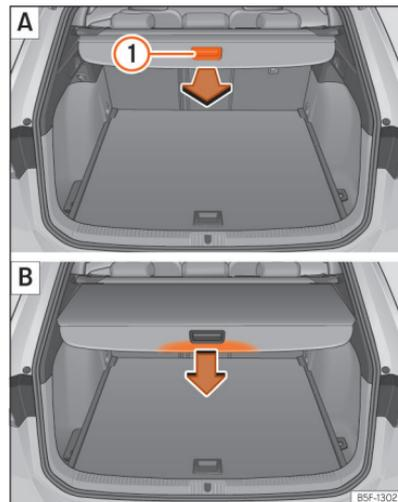

Abb. 179 Im Kofferraum: Abdeckung ausziehen und einrollen.
- Ziehen Sie gleichmäßig die Abdeckung am Handgriff »» **[Abb. 179]** ① heraus, bis diese hörbar einrastet.
- Drücken Sie den Haltegriff der Gepäckraumabdeckung in Pfeilrichtung, bis diese entriegelt ist »» **[Abb. 179]** B.